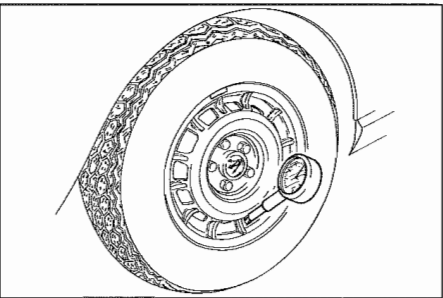

Fig. 13 - Controllo pressione pneumatici
- Controllare la pressione dei pneumatici (**Fig. 13**).
- Check tires pressure (**Fig. 13**).